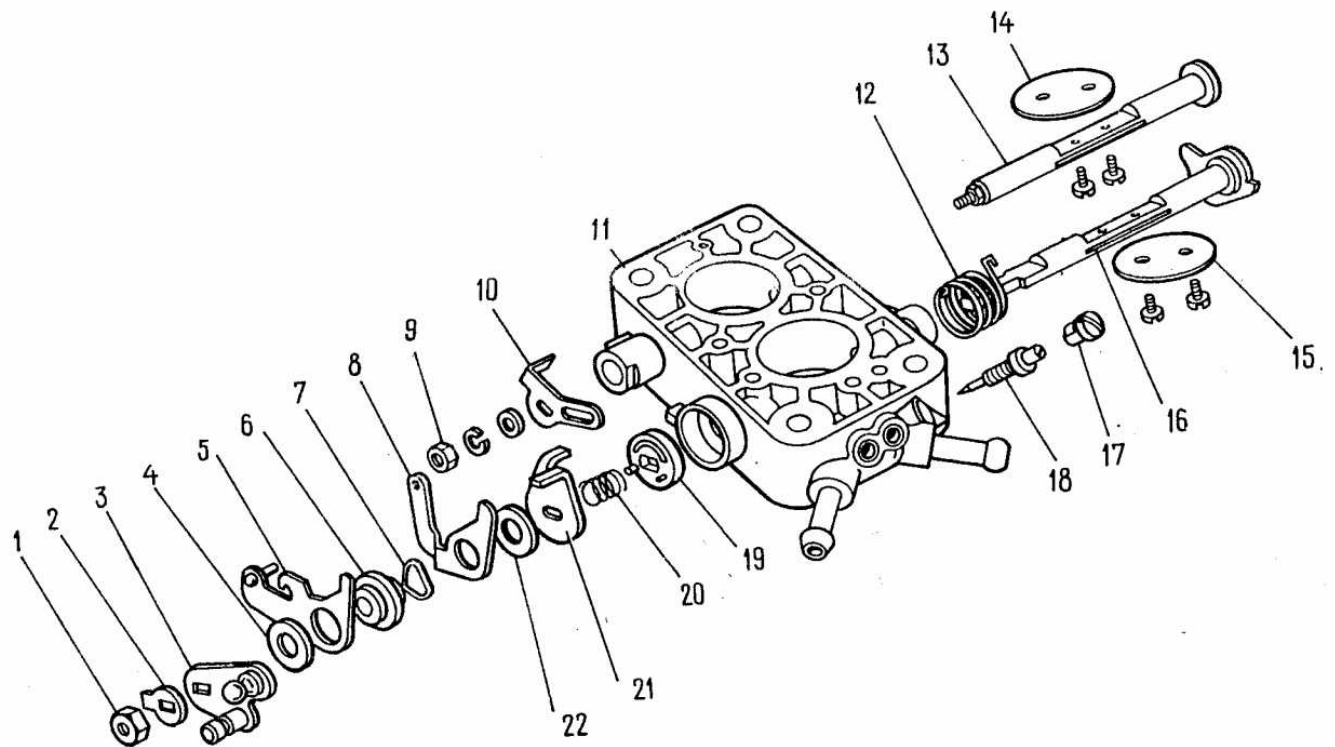

Fig. 2-94. Piezas del cuerpo de las mariposas de gases de los carburadores 2106-1107010:
Despiezar el cuerpo de las mariposas de gases (fig.2-94):
- enderezar la uñeta de la arandela de retención 2 (fig.2-94) y desenroscar la tuerca 1 de sujeción de las palancas en el eje de la mariposa de la cámara primaria.